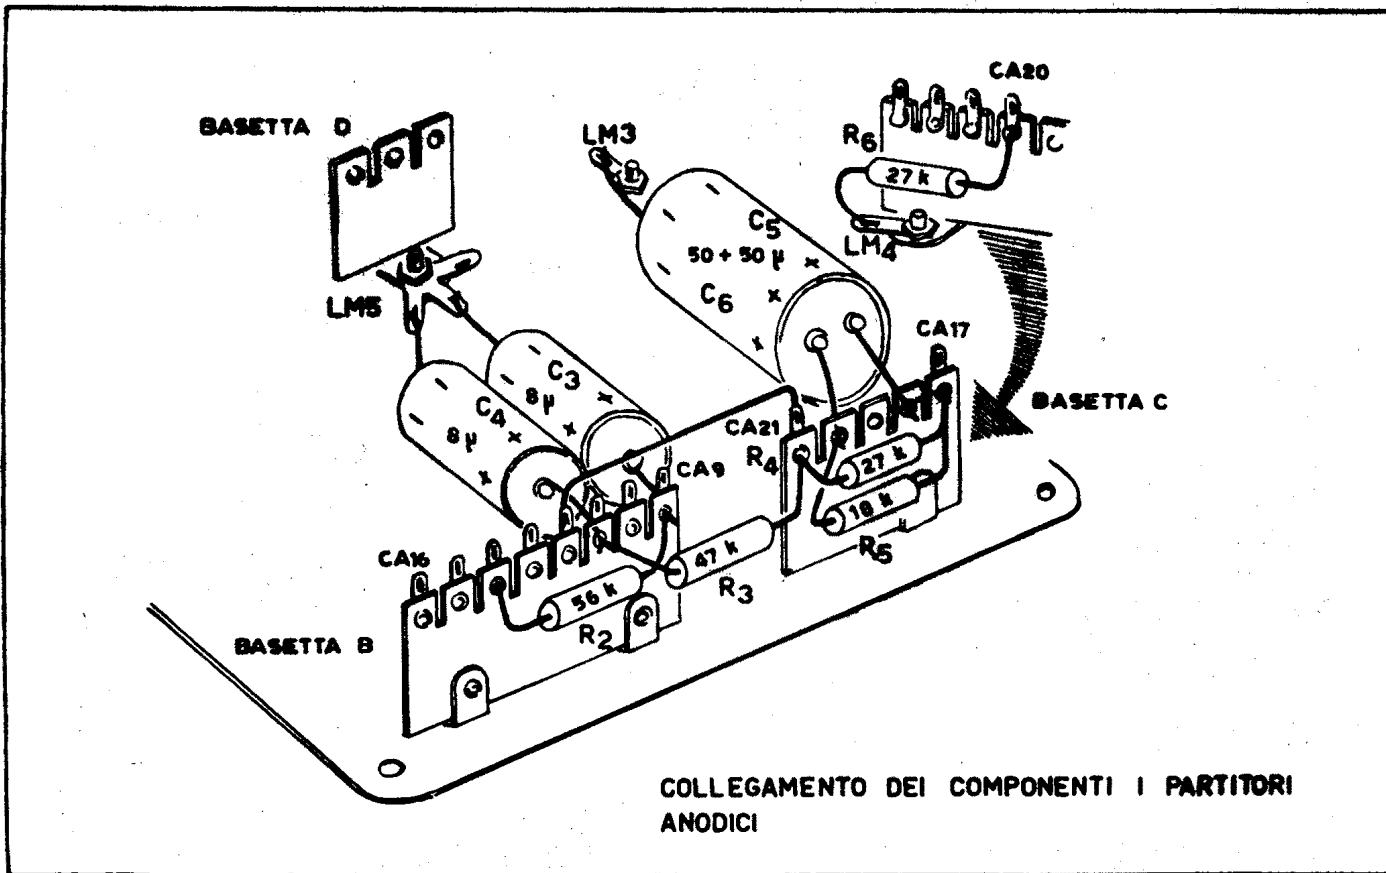

Fig. 6
a) - INIZI IL LAVORO SISTEMANDO IL RESISTORE R2 DA 56 k $\Omega$  1 W FRA GLI OCCHIELLI DEI CAPICORDA CA9 E CA14 DELLA BASETTA B, SALDANDO IL SOLO TERMINALE CHE GIUNGE AL CAPOCORDA CA14 (fig.6).
b) - PROVVEDA A SALDARE IL CONDENSATORE ELETTROLITICO C3 DA 8  $\mu$ F - 350 V1 ALLA LINGUETTA CENTRALE DEL CAPOCORDA DI MASSA LM5 E ALL'OCCHIELLO DEL CAPOCORDA CA9 DEL LA BASETTA B (fig.6).
c) - SISTEMI IL CONDENSATORE ELETTROLITICO C4 DA 8  $\mu$ F - 350 V1 FRA LA LINGUETTA DI MASSA LM5 E L'OCCHIELLO DEL CAPOCORDA CA11 DELLA BASETTA B, FACENDO LA SALDATURA SOLTANTO SULLA LINGUETTA DI MASSA (fig.6).
d) - SISTEMI IL RESISTORE R3 DA 47 k $\Omega$  - 1 W FRA L'OCCHIELLO DEL CAPOCORDA CA11 DELLA BASETTA B E L'OCCHIELLO DEL CAPOCORDA CA21 DELLA BASETTA C, SALDANDO SOLTANTO SUL CAPOCORDA CA11 (fig. 6).
E L'OCCHIELLO DEL CAPOCORDA CA21 DELLA Basetta C, SALDANDO SOLO SUL CAPOCORDA CA21 (fig. 6).
f) - SALDI IL TERMINALE NEGATIVO DEL CONDENSATORE ELETTROLITICO DOPPIO DA 50 + 50  $\mu$ F - 350 V1 (C5 e C6) SULLA LINGUETTA DI MASSA LM3, INFILANDO I DUE TERMINALI POSITIVI NEGLI OCCHIELLI DEI CAPOCORDA CA18 E CA20 DELLA Basetta C (fig. 6).
g) - INFILI UN CAVALLOTTO DI COLLEGAMENTO FRA GLI OCCHIELLI DEI CAPOCORDA CA17 E CA18 DELLA Basetta C, SALDANDO SOLO AL CAPOCORDA CA18 (fig. 6).
h) - SISTEMI IL RESISTORE R5 DA 18 k $\Omega$  - 1 W FRA GLI OCCHIELLI DEI CAPOCORDA CA17 E CA20 DELLA Basetta C, SALDANDO AL SOLO CAPOCORDA CA17 (fig. 6).
1) - SALDI IL RESISTORE R6 DA 27 k $\Omega$  - 1 W FRA L'OCCHIELLO DEL CAPOCORDA CA20 DELLA BASETTA C E LA LINGUETTA DI MASSA LM4 (fig.6).
1) - SALDI UN FILO, ISOLATO IN PLASTICA ROSSA, ALLE LINGUETTE DEL CAPOCORDA CA21 DELLA BASETTA C E DEL CAPOCORDA CA12 DELLA BASETTA B (fig.6).
Giunto a questo punto Lei, dopo aver verificato che il montaggio sia uguale al disegno di fig. 6, puo' fissare con quattro viti di 5 mm di lunghezza il pannello in feriore all'intelaiatura.